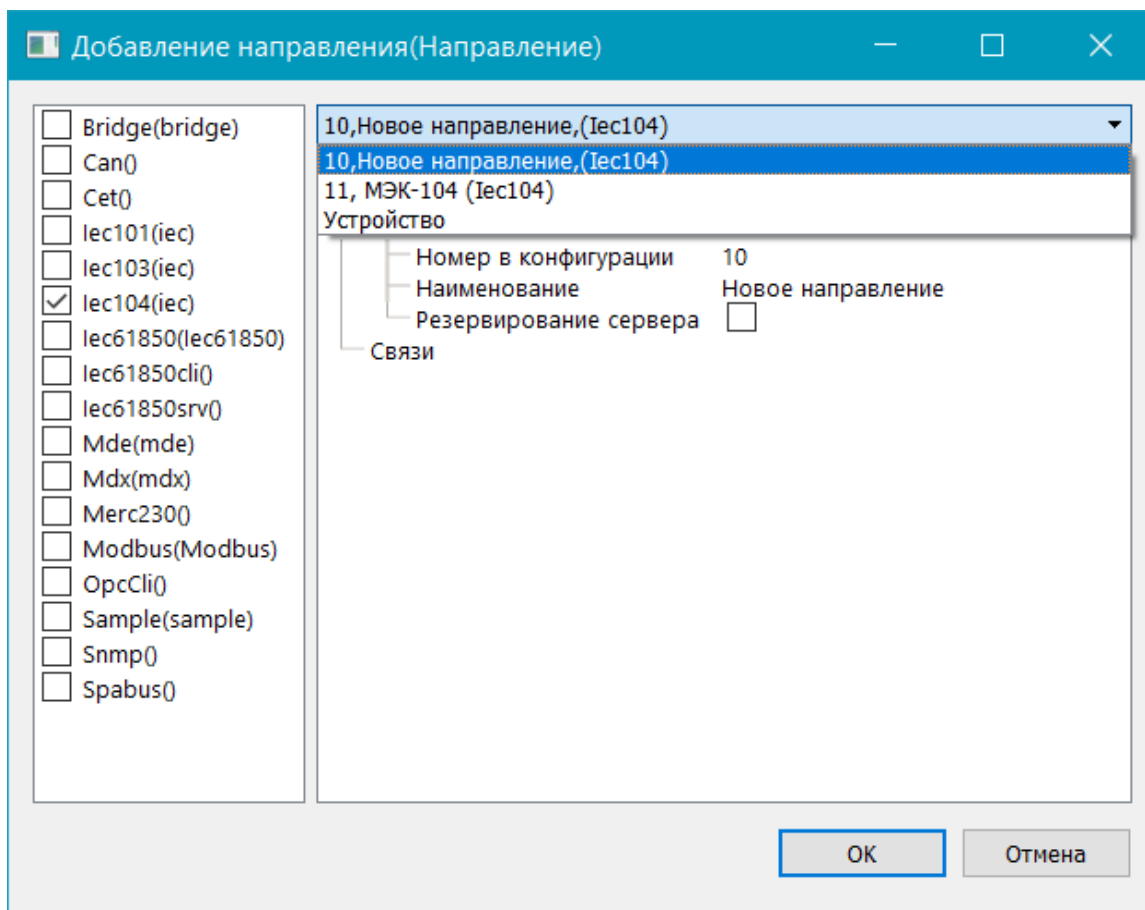

Рисунок 5.3 - Окно создания направления
2. Само направление, как таковое, содержит очень мало свойств, которые можно редактировать, и их смысл понятен из названия. Однако вместе с направлением всегда создается линия, соответствующая протоколу, используемому для взаимодействия с устройствами направления, которая имеет существенно больше свойств, создается также и одно устройство. Свойства направления, линии и устройства можно редактировать, выбирая требуемые элементы из выпадающего списка, расположенного над панелью редактирования рис. 5.3. Принцип работы в области редактирования на форме рис. 5.3 не отличается от рассмотренного на основной форме. Задание типа линии осуществляется выбором из списка в левой части формы.